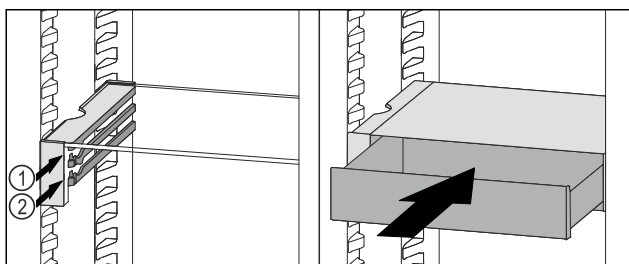

Fig. 136
- ▶ Placera VarioSafe-lådan bakom stopplackarna på önskad list Fig. 136 (1) eller Fig. 136 (2).